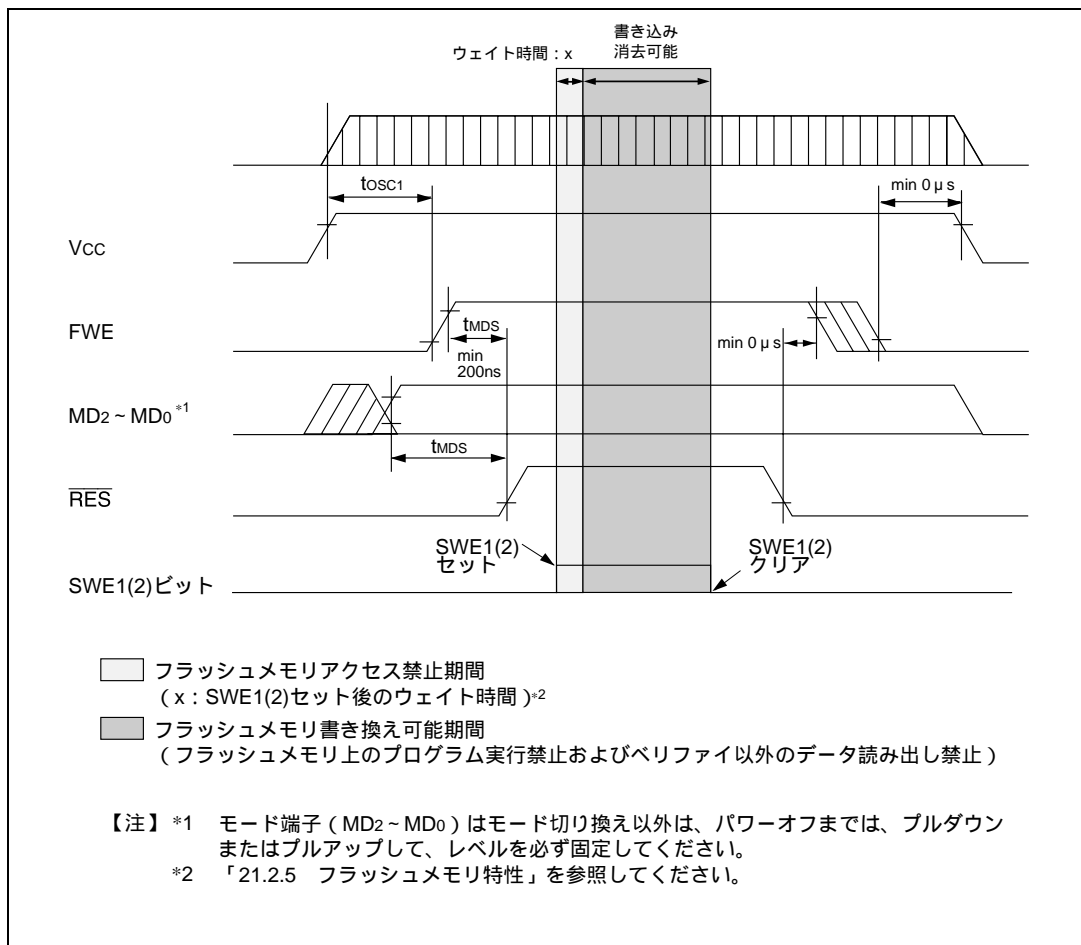
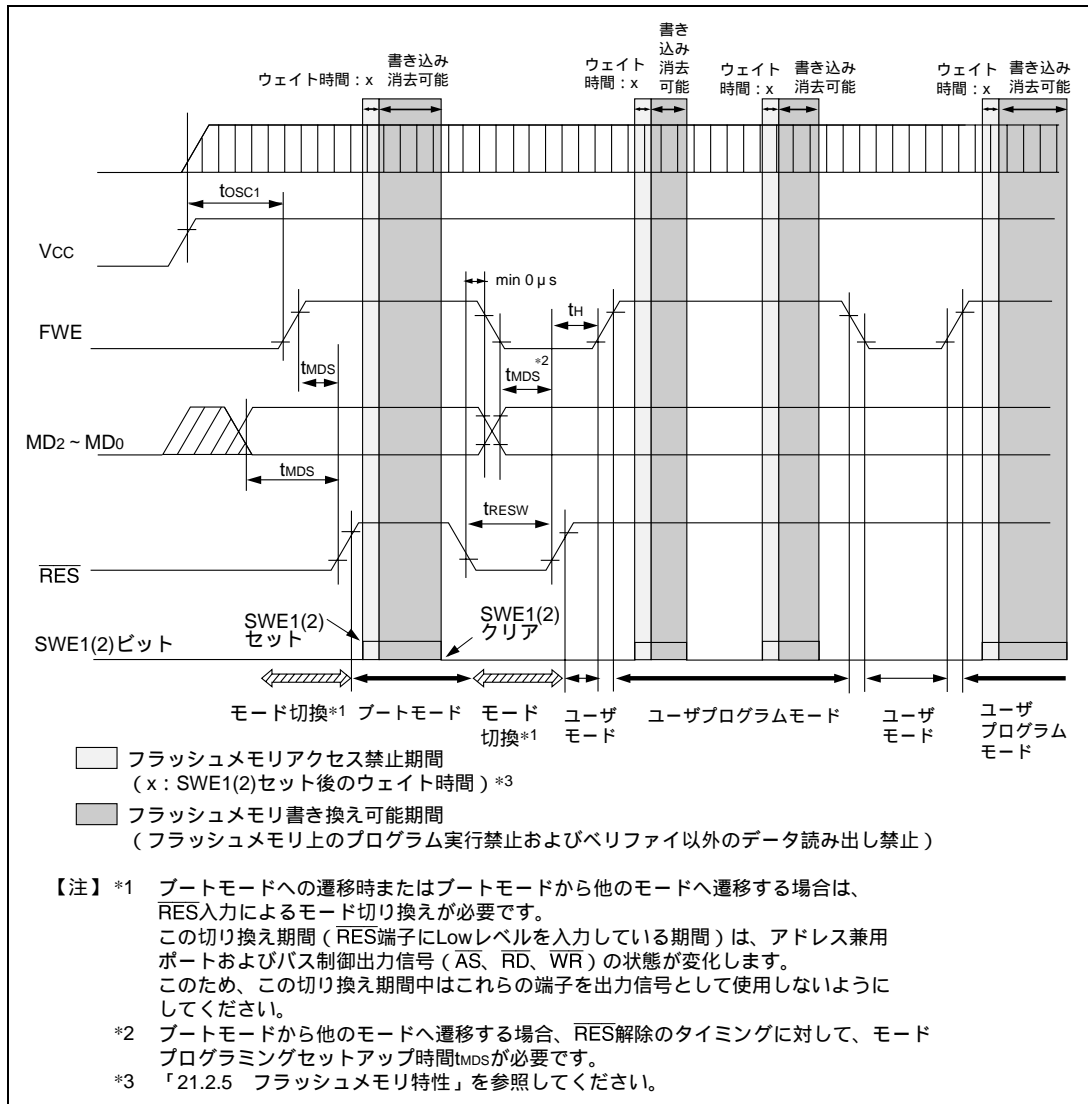

図 18.17 電源投入/切断タイミング (ブートモード)
図 18.19 モード遷移タイミング
- (2) 電源投入/切断時の注意(図 18.17 ~ 図 18.19 参照)
(3) FWE 端子の印加 / 解除の注意 (図 18.17 ~ 図 18.19 参照)